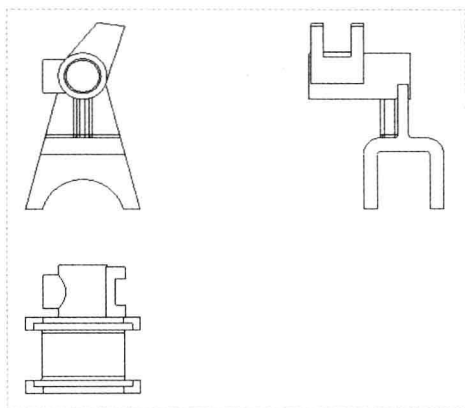

图 12-99 图形文件
Step 01 按【Ctrl+O】组合键，打开图形文件，如图 12-99 所示，在“功能区”选项板中切换至“表”选项卡。